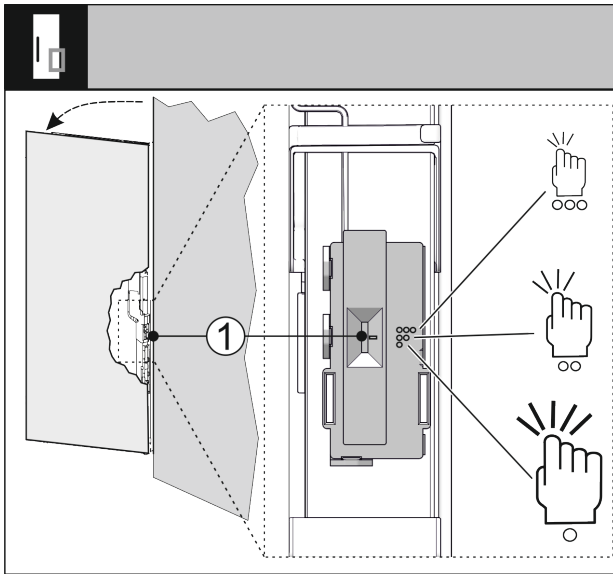

Fig. 71
Koputusanturin herkkyyttä voidaan säätää kytkimellä Fig. 71 (1). Kytkin on saranan puolella oven alemmassa kolmanneksessa.
- ▶ Siirrä kytkin Fig. 71 (1) haluttuun kytkinasentoon.